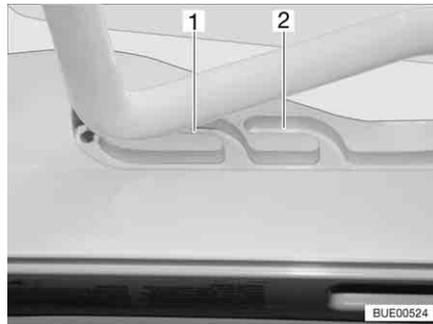

Fig. 20 Claraboya inclinable en posición de ventilación
La claraboya inclinable se puede colocar en dos posiciones de ventilación: Posición de mal tiempo (Fig. 20,1) y posición mediana (Fig. 20,2).
- Presionar el estribo ligeramente hacia arriba y empujarlo en la guía seleccionada (Fig. 20,1 ó 2).